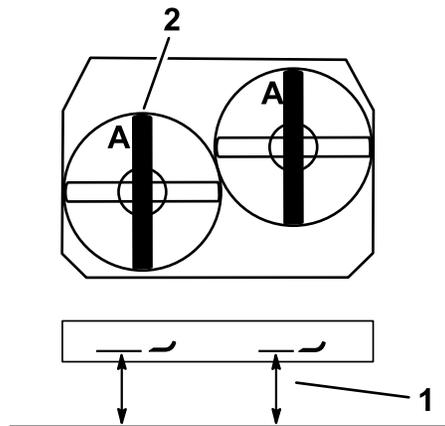

Рисунок 73
2. Измерьте расстояние от горизонтальной поверхности до режущей кромки ножей в положении **A**, (Рисунок 73).